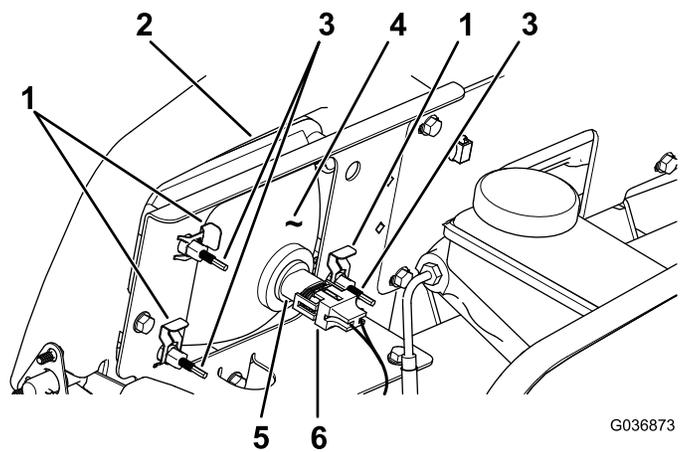

図 53
3. ランプアセンブリのコネクタから、ハーネス用のコネクタを外す 図 53。
4. ヘッドライトをヘッドライトブラケットに固定しているスピードクリップを外す 図 53。
5. ヘッドライトアセンブリ全体を前に押出して、前バンパーから外す 図 53。
6. 取り付け穴に新しいヘッドライトを取り付ける 図 53。
8. ハーネス用のコネクタを、新しいランプアセンブリのコネクタに接続する 図 53。
2. ヘッドライトアセンブリの裏側部分にある調整ねじ 図 53 を回してヘッドライトアセンブリの角度を変えてビームの方向を調整する。